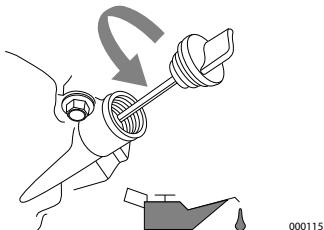

Figure 4-1. Remplissage de l'huile à moteur
3. Voir la Figure 4-1. Retirez le bouchon de l'orifice de remplissage d'huile et essuyez la jauge.